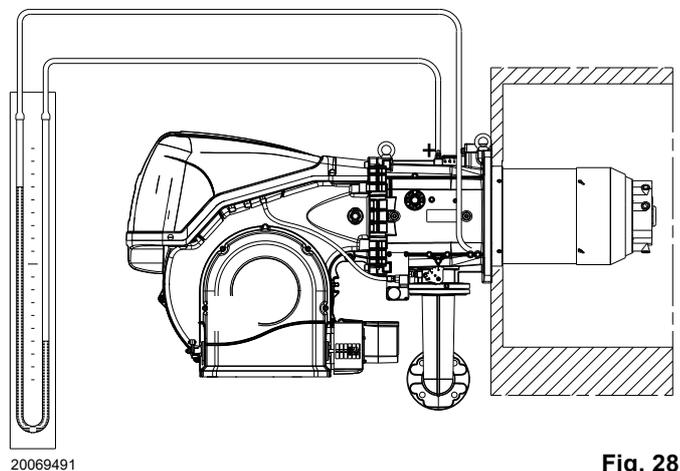

Fig. 28
- Montar un manómetro en U o un manómetro de tipo diferencial (Fig. 28), con toma (+) en la presión del gas del manguito y (-) en la cámara de combustión.